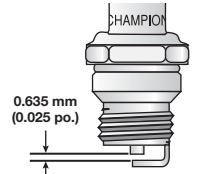

Fig. 32
3. Remplacez toute bougie fendillée, encrassée ou sale. Réglez l'écartement à **0,635 mm (0,025 po)** à l'aide d'une jauge d'épaisseur (Fig. 32).